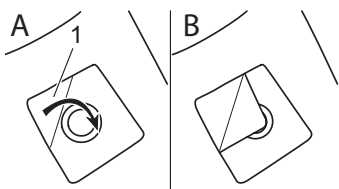

Abb. 21
6. Damit beim Transport kein Staub aus dem Staubfilterbeutel austritt, können Sie diesen mit der Ecke (Abb. 21/1/A,B) verschließen.